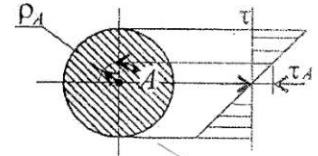

Рис. 31
*Распределение касательных напряжений по сечению при кручении (рис. 31.)*